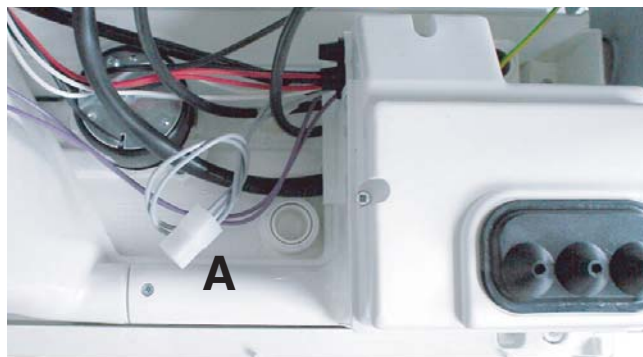

fig. 6.5-1
- Applicare i puntali FAST-ON a corredo 2, inserirli nella protezione e collegarli alla presa A uscente dal pannello di comando (fig. 6.5-1; i collegamenti nella presa A non sono polarizzati)